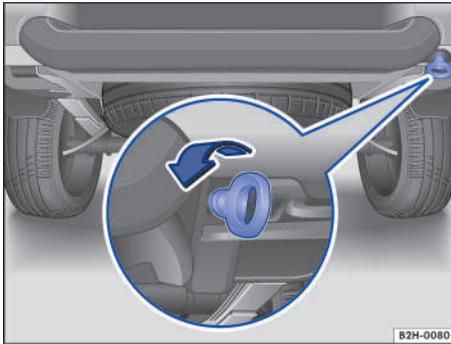

Fig. 166 En el lado derecho del paragolpes trasero: argolla de remolque enroscada.
El alojamiento de la argolla de remolque enroscable se encuentra debajo del paragolpes trasero, en el lado derecho → fig. 166.
2. Enrosque la argolla de remolque en el alojamiento girándola al máximo en el sentido de la flecha → fig. 166, → ⓘ. Utilice un objeto adecuado con el que pueda enroscar completa y fijamente la argolla de remolque.